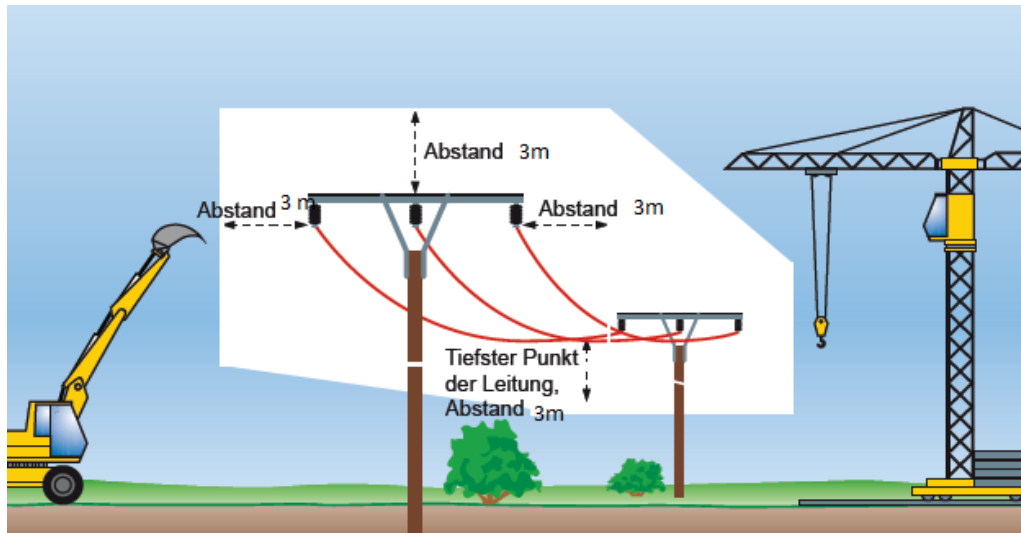

Abb.5 Schutzabstände am Beispiel einer Freileitung mit einer Spannung von 20.000 Volt, ohne Windeinfluss
- über 1.000 Volt bis 110.000 Volt **Schutzabstand ≥ 3 m** nach allen Seiten (siehe Abb. 5),